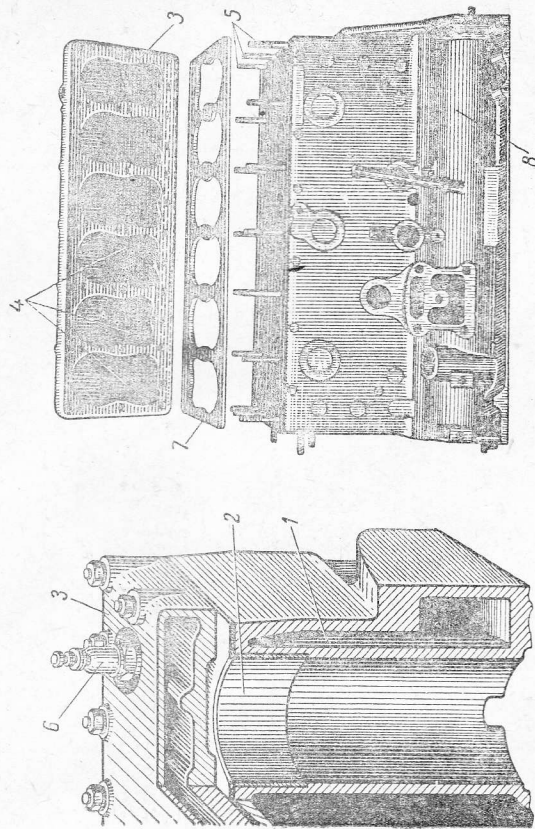

Рис. 24. Блок цилиндров:
1) Блок цилиндров (рис. 24) представляет собой чугунную отливку с цилиндрическими отверстиями для поршней. Блок цилиндров является базовой деталью. На нем крепятся приборы, обеспечивающие работу двигателя. Между стенками цилиндров и наружной стенкой блока образована полость 1, заполняемая охлаждающей жидкостью. Эта полость называется рубашкой охлаждения. Чтобы увеличить срок службы блока, в цилиндры сверху запрессовывают короткие (50 мм) гильзы 2 из износостойкого чугуна.
2) Головка блока цилиндров (рис. 24) отливается из чугуна или алюминиевого сплава. Двигатели, на которых установлена